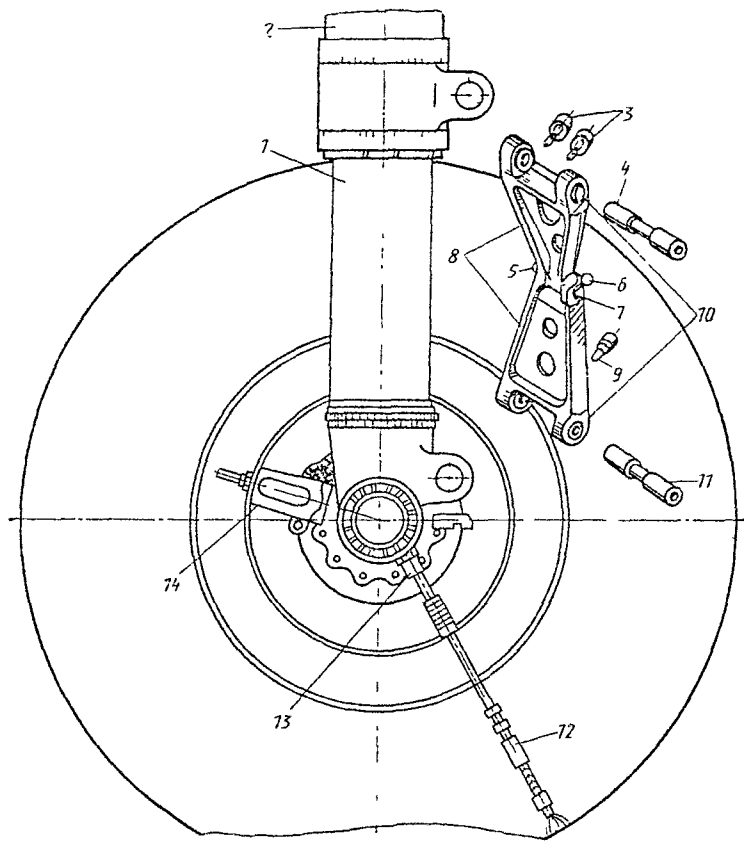

Рис. 23. Двухзвенник (шлиц-шарнир) основной опоры:
8. Осмотрите двухзвенники (рис. 23) амортизаторов стоек шасси. Убедитесь в отсутствии люфтов и механических повреждений (забоин, трещин). Проверьте состояние держателя гидрошлангов на двухзвеннике.
<p>8) установите болт 7 (см. рис. 23), кронштейн 6, шайбу, навинтите гайку, затяните и зашплинтуйте.</p> <p>Перед установкой двухзвенника трущиеся детали покройте смазкой ЦИАТИМ-201. После установки наполните масленки смазкой ЦИАТИМ-201;</p> <p>9) после замены верхнего звена проверьте зазор между ребром верхнего звена и упором концевого выключателя ДП-702, как указано в ТК № 14 настоящего выпуска;</p> <p>10) установите концевой выключатель ДП-702 (выполняет специалист по АяРЭО);</p> <p>11) установите тормозные устройства и колеса.</p> <p>Забонны на двухзвеннике глубиной 2 мм устранили, как указано в п. 2 настоящей ТК.</p> <p>При нарушении контровки на стопорах 3 и 9, фиксирующих оси 4 и 11, болты отвинтите и проверьте, не срезаны ли они; навинтите болты, затяните их и законтрите. При наличии трещин на держателе гидрошлангов отремонтируйте его.</p>